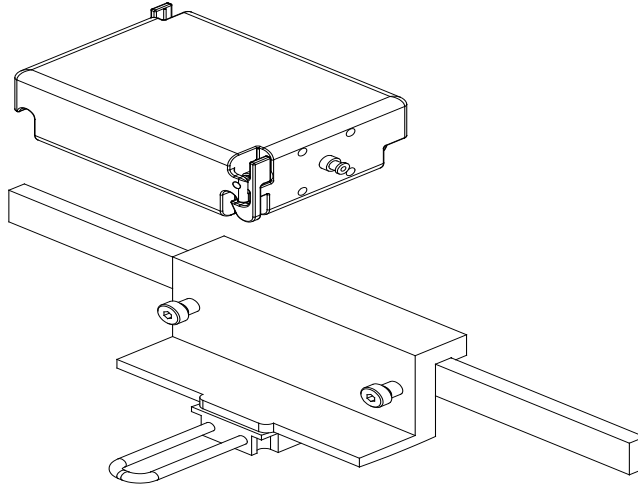

Figura 3. Instalarea accesoriilor de montaj ale ansamblului motor
- Atașați ansamblul motor și accesoriile de montaj la șina mesei pentru pacient, așa cum este ilustrat în **Figura 3**.